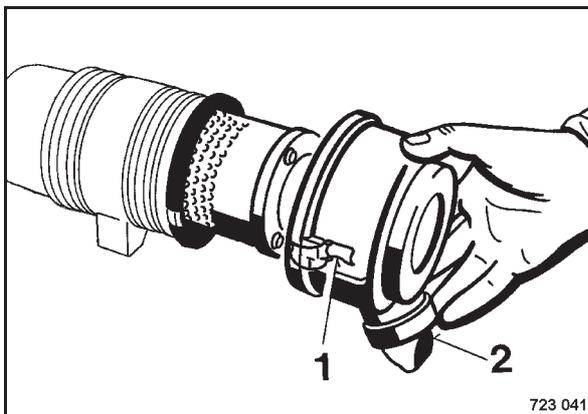

Bild 119
- Beide Spannbügel 1 (Bild 119) aufklappen.
- Filterhaube und Staubaustrageventil (2) reinigen.